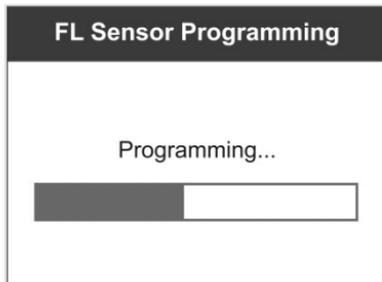
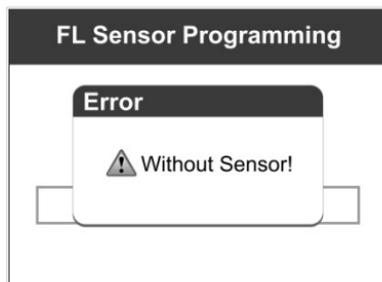

Imagen 5.10
Imagen 5.11
- 10) Pulse el botón **Y** para escribir en el identificador de sensor que se acaba de crear en el sensor MX, y la pantalla tendrá el aspecto que se observa a continuación (imagen 5.10), o el botón **N** para salir sin guardar los cambios. Si aparece un mensaje de error como el que figura abajo (imagen 5.11), pruebe con otro tipo de sensor MX, ya que puede que el tipo de sensor MX insertado sea incorrecto.